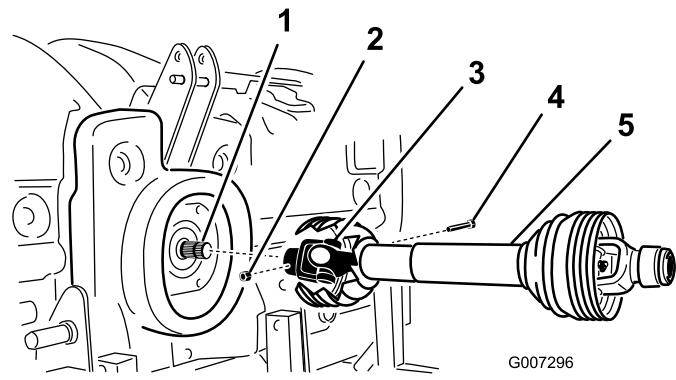

Figure 11
2. Accouplez l'arbre d'entraînement de la PDF à l'arbre d'entrée du boîtier d'engrenages de la machine (Figure 11) à l'aide d'un boulon (1/2 x 3 po) et d'un écrou (1/2 po).